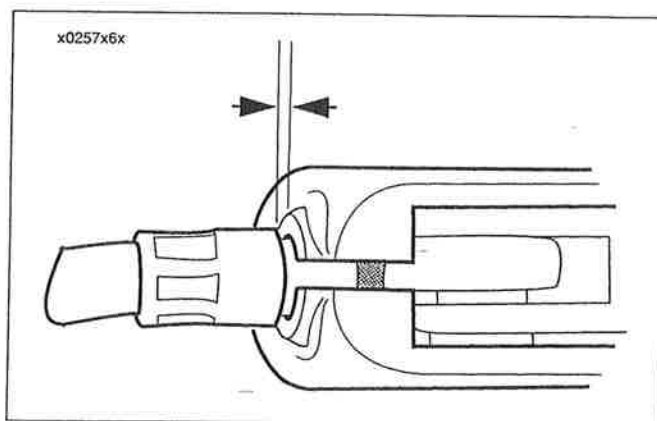

Figura 6-10. Ajuste para obtener un espacio libre de 1,6-3,2 mm (1/16-1/8 pulg.) entre el casquillo y la pieza de soporte
7. Vea la Figura 6-10. Tire del casquillo del cable del embrague para separarlo del soporte de la palanca del embrague a fin de comprobar el juego libre. Gire el ajustador del cable según sea necesario para obtener un juego libre de 1,6-3,2 mm (1/16-1/8 pulg.) entre el extremo del casquillo del cable y la pieza de soporte de la palanca del embrague.